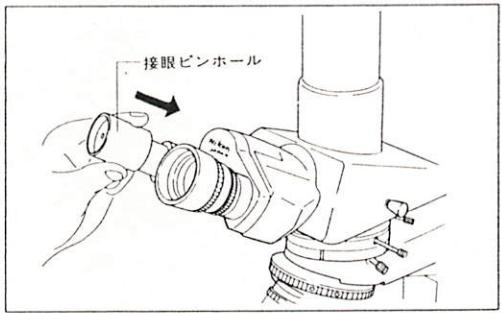

図 22
- ベルトランレンズを光路に入れずに、片側の接眼レンズを付属の接眼ピンホールに差し替えて（図22）双眼視をしますと、オルソスコープ像とコノスコープ像とを重ね合せて同時検鏡することができます。